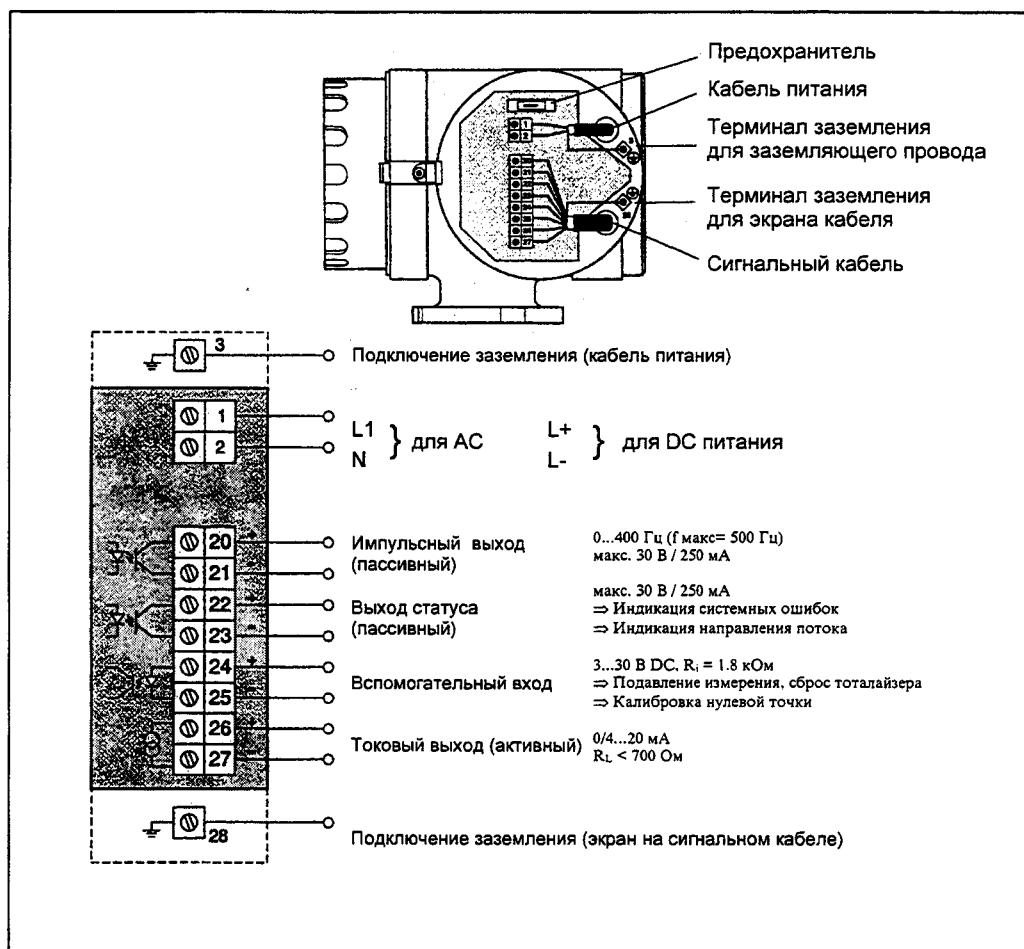

Рис. 14:
5. Выполните подключение в соответствии с диаграммой соединений (см. рис. на крышке и Рис.14).